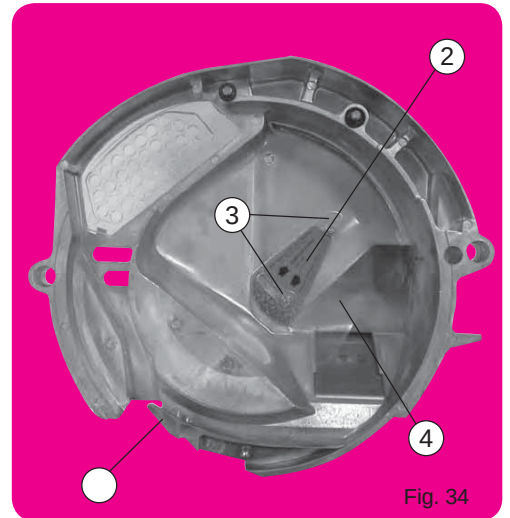

Fig. 34
1. POSITION HAUTE (fig. 34) POUR GROSSES GRAINES, c'est-à-dire maïs, haricots, soja, pois, féveroles, arachides, coton...
1. HIGH POSITION (fig. 34) FOR LARGE SEEDS, i.e. corn, beans, soybean, peas, kidney beans, peanuts, cotton...
1. ВЫСОКОЕ ПОЛОЖЕНИЕ (рис. 34) ДЛЯ БОЛЬШИХ СЕМЯН, таких как кукуруза, бобы, соевые бобы, горох, фасоль, арахис, хлопок и т.п.